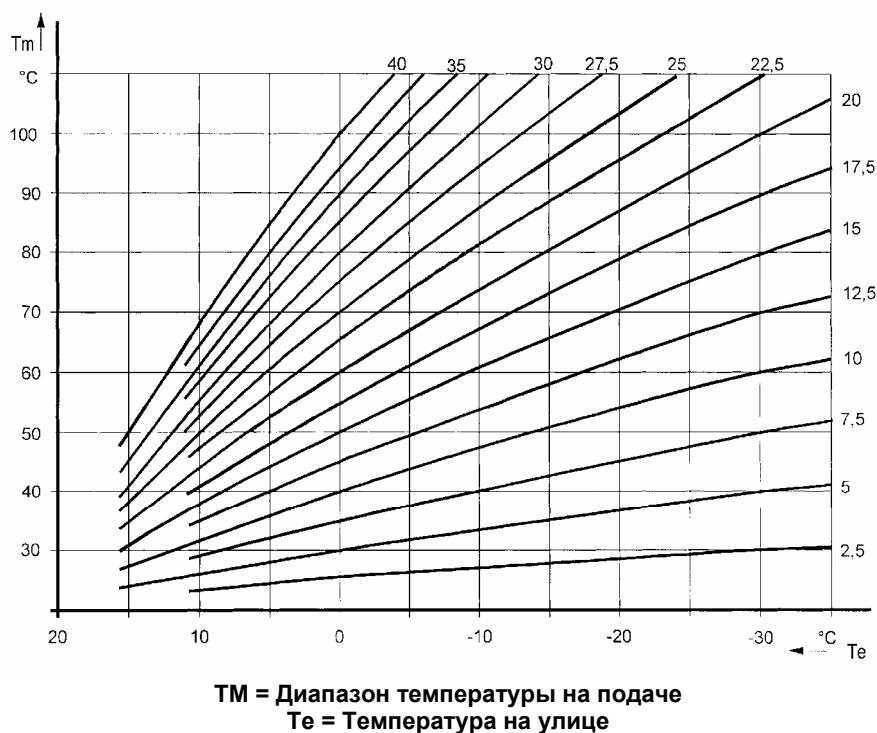

Рис. 18: Выбор рабочей кривой датчика уличной температуры при наличии климатического регулятора QAA 73
- Открутить винт на штуцере 2 (рис. 18) и присоединить к штуцеру 2 манометр.
- Проверить динамическое входное давление газа (штуцер 2, рис.18). Номинальные давления: 20 мбар для природного газа, 30 мбар для бутана, 37 мбар для пропана.
- Открутить винт на штуцере 1 (рис. 18) и присоединить к штуцеру 1 манометр.
- Проверить давление газа на горелке согласно таблице 3 для соответствующей модели котла и соответствующего типа газа. При необходимости снять крышку модулятора и поворачивать латунное кольцо (позиция 4, рис.18) до достижения давления, указанного в таблице 3 для соответствующей модели котла и соответствующего типа газа.